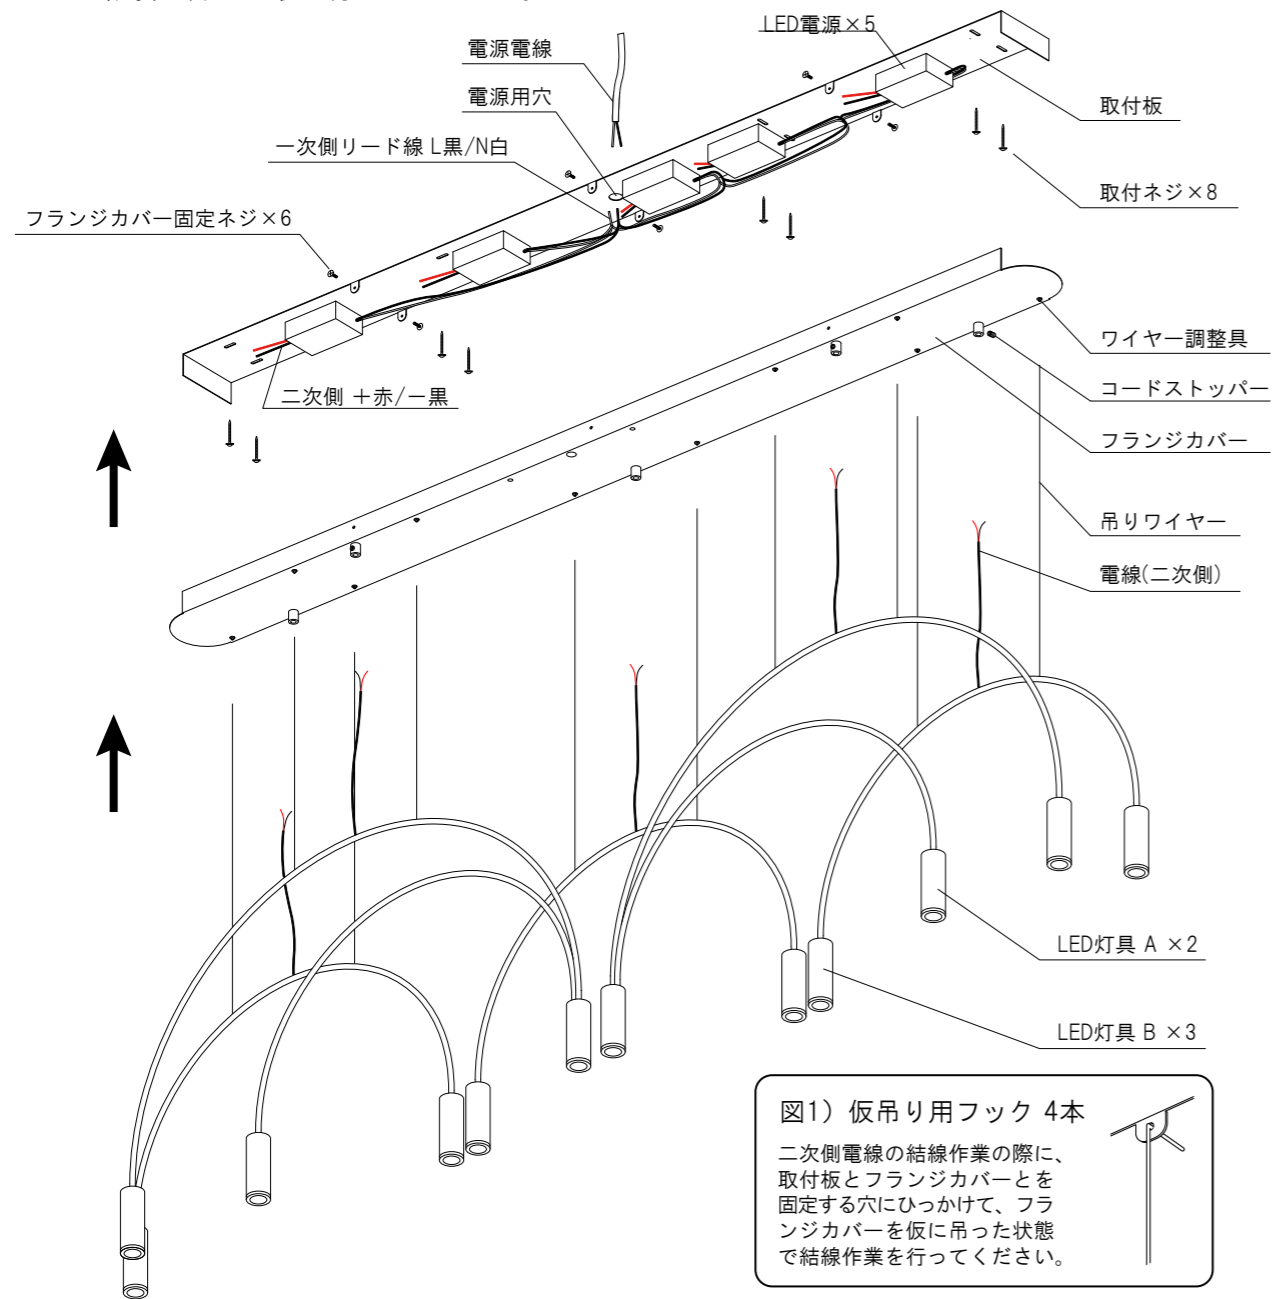

図1) 仮吊り用フック 4本
- ⑤同梱の仮吊り用フックを取付板にひっかけ(図1)器具の全長を調整済みのフランジカバーを仮吊りしてください。
- ⑥器具の電線(二次側)のプラス(赤)とマイナス(-)を、それぞれLED電源のプラス(赤)とマイナス(-)とに接続します。
- ⑦フランジカバーを取付板にかぶせ、付属のネジで固定してください。